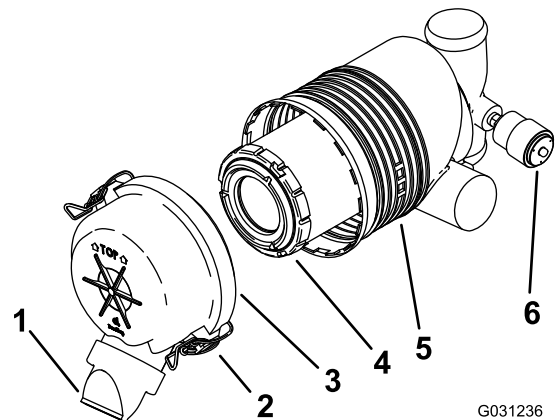

Figure 44
Important: Faites l'entretien du filtre à air uniquement quand l'indicateur de colmatage est rouge (Figure 44). Changer le filtre à air prématurément ne fait qu'accroître le risque de contamination du moteur par des impuretés quand le filtre est déposé.
4. Déverrouillez le filtre à air et détachez le couvercle du boîtier du filtre (Figure 44).
1. Sortez l'élément filtrant du boîtier du filtre à air avec précaution (Figure 44).
4. Posez l'élément filtrant avec précaution (Figure 44).
5. Reposez le couvercle du filtre à air, le côté portant l'inscription « TOP » en haut, et fermez les dispositifs de verrouillage (Figure 44).